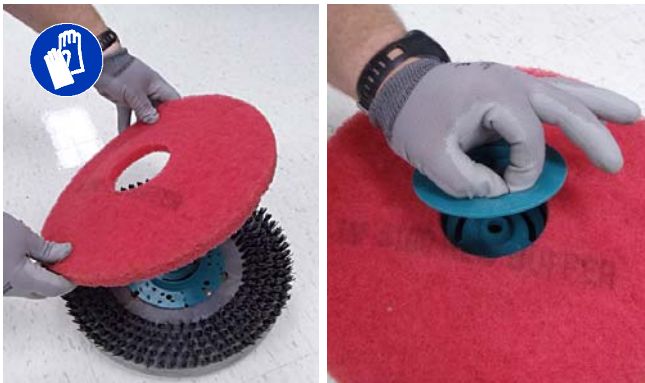

ABB. 9
2. Befestigen Sie die Polierscheibe an dem Polierscheibenantrieb, bevor Sie den Antrieb installieren. Sichern Sie die Scheibe mit dem Verschlussring (Abbildung 9).